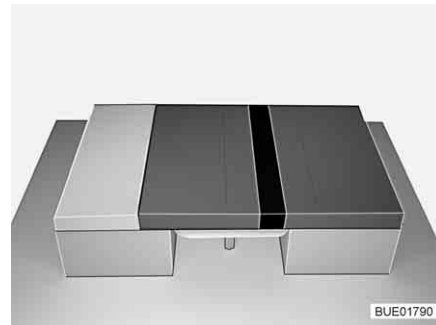

Fig. 96 Après la transformation
- Placer le coussin supplémentaire entre les coussins d'assise (voir Fig. 96).